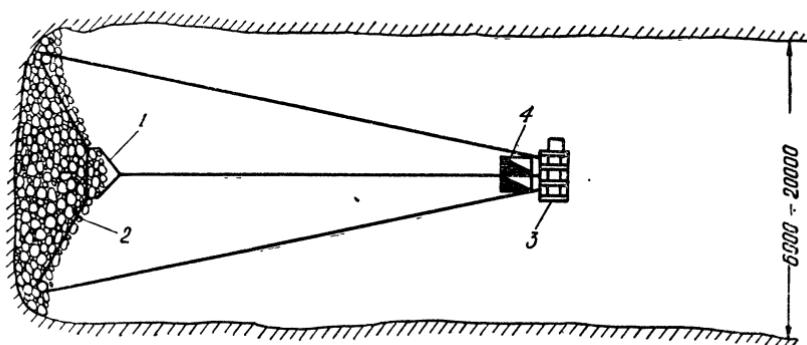

Рис. 18. Уборка руды из очистной камеры с выгрузкой в рудоспуск (с двумя хвостовыми канатами):
**Работа скреперной лебедки с одним рабочим и двумя хвостовыми канатами (рис. 18)**